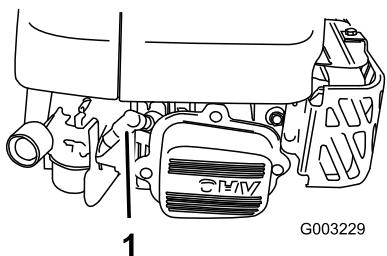

Figura 33
- Desconecte el cable de la bujía (Figura 33) antes de realizar cualquier procedimiento de mantenimiento.